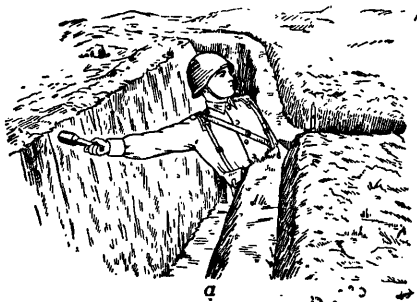

Рис. 30. Метание гранаты из окопа:
66. При метании гранаты из окопа из положения стоя или с колена (рис. 30) надо оружие положить на бруствер, гранату взять в правую руку и выдернуть предохранитель-